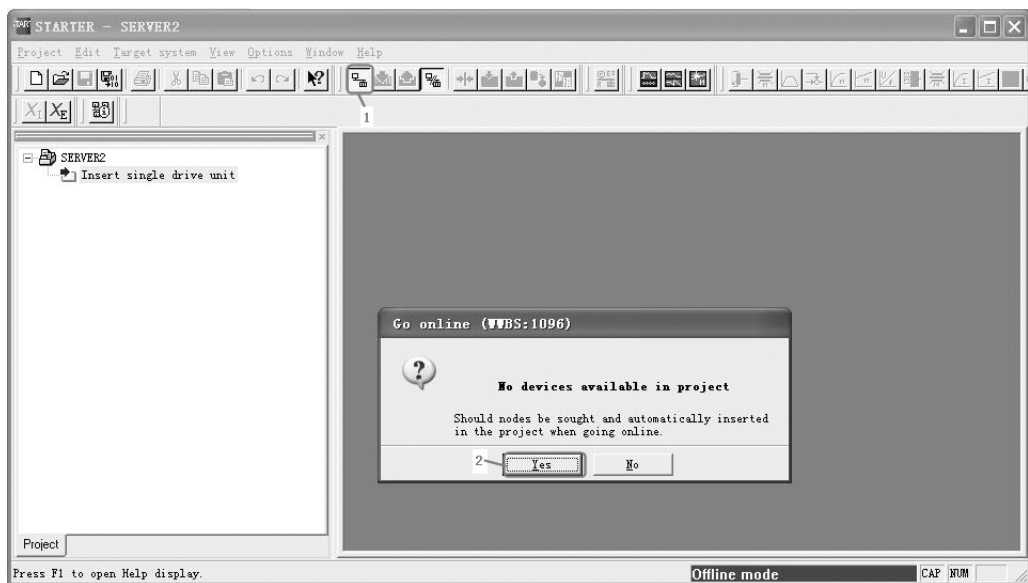
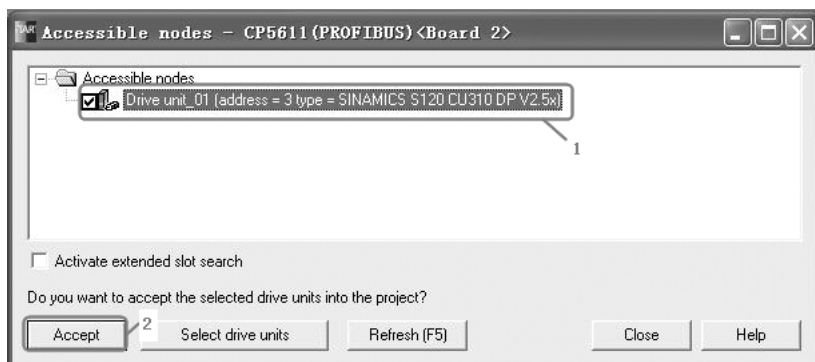

图 11-41 将 PC（编程器）与 SINAMICS S120 连接起来（1）
图 11-42 将 PC（编程器）与 SINAMICS S120 连接起来（2）
④ 将 PG（编程器）与 SINAMICS S120 连接起来。先单击工具栏中的“connect to target system”（连接）按钮 ，再单击“Yes”按钮，STARTER 自动寻找可连线的目标，如图 11-41 所示。当 STARTER 找到目标时弹出如图 11-42 所示的界面，选中找到的目标（其地址为 3），该目标就是要连接的 SINAMICS S120，再单击“Accept”（接受）按钮。